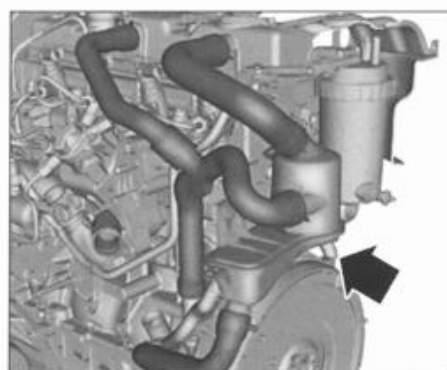

FIG. 9
- Desconectar las tuberías de recirculación de los gases de cárter de la tapa de culata (fig. 9).